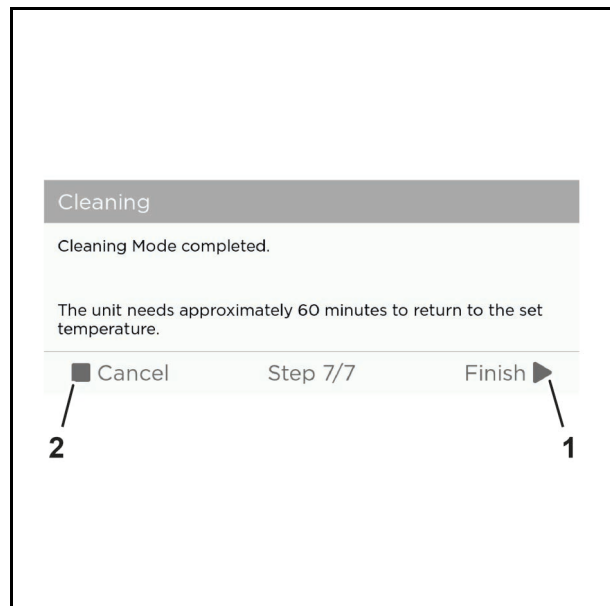

Abb. 82 Beispielgrafik
11. Tippen Sie auf die Schaltfläche "Finish" (Abb. 82/1), um die Reinigung abzuschließen oder "Cancel" (Abb. 82/2), um die Reinigung abzubrechen.